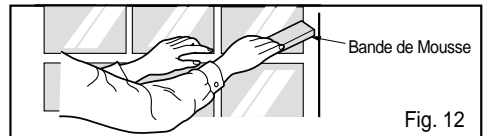

Fig. 12
6. Coupez une bande de mousse de longueur convenable et insérez-la entre le châssis supérieur et le châssis inférieur de la fenêtre (Voir Fig. 12)